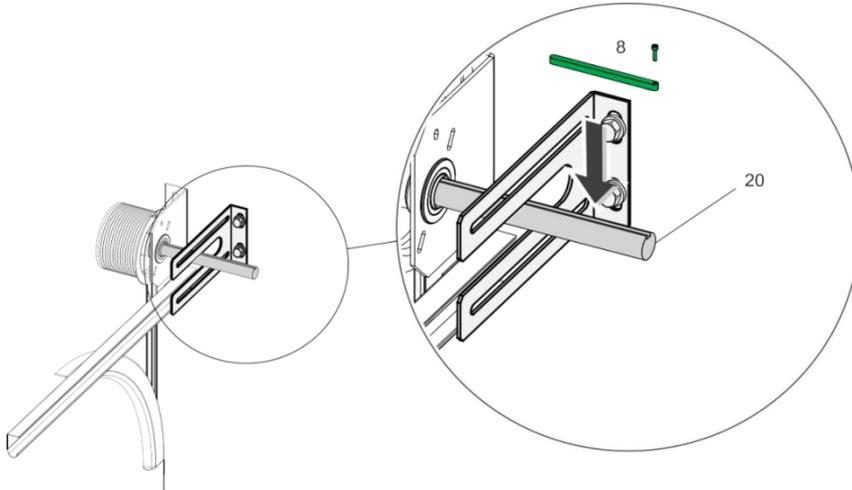
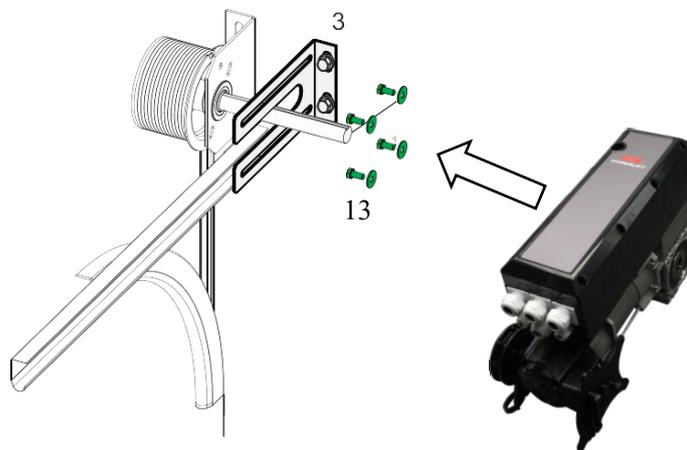

图 2
图 3
如图 2 所示，将键（8）安装在门的驱动轴的键槽中。
- 转动开门机输出轴使其处于适合安装开门机的位置（键，图 2 中的位置 8）。为此，请通过紧急释放装置的操作转动输出轴。
将开门机的输出轴插入图 2 所示的门体驱动轴（20）上。使用图 3 中的 4 颗螺丝和垫圈（13）固定开门机主机。